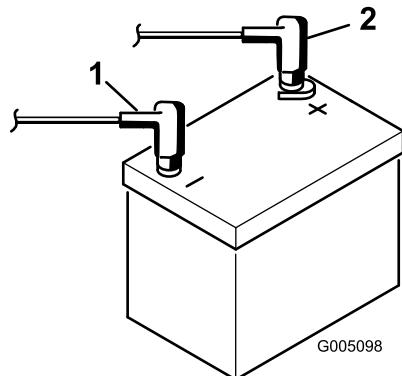

Figura 8
2. Ligue o cabo positivo da bateria (vermelho) que parte do solenóide de arranque ao pólo positivo (+) da bateria (Figura 8). Fixe-a com uma chave de porcas e cubra o terminal com vaselina. Certifique-se de que o cabo deixará espaço para o banco, na posição mais para trás, o que poderá causar desgaste ou danificar o cabo.